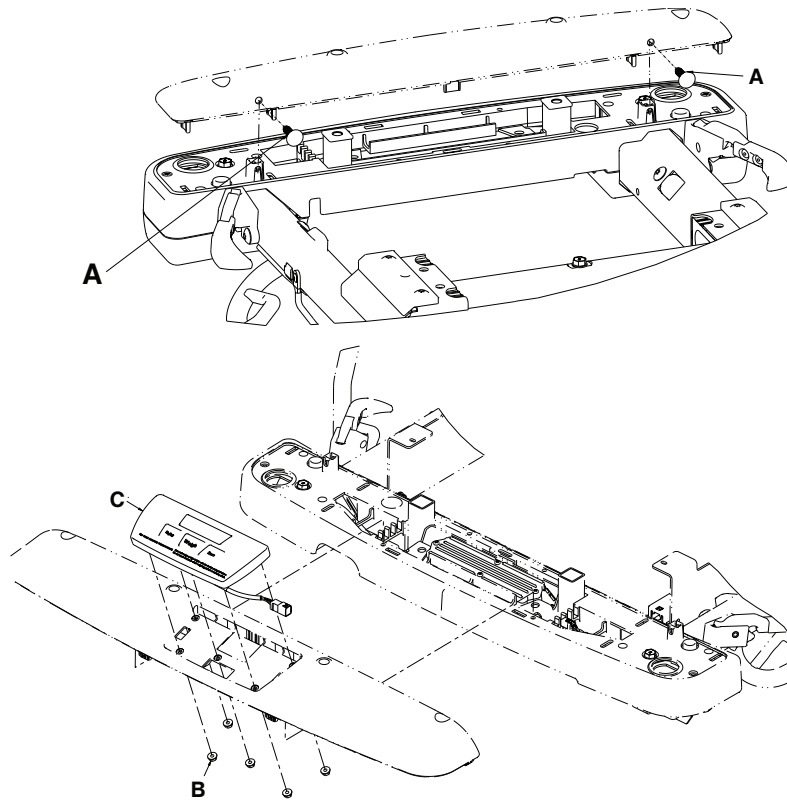

Figure 36 – Remplacement du clavier et de l'écran du système de pesée
3. À l'aide d'un tournevis à fente et d'une pince à becs fins, retirer les deux fixations de panneau (A) qui fixent le couvercle du côté pieds au plan de couchage (Figure 36). Conserver les fixations de panneau.